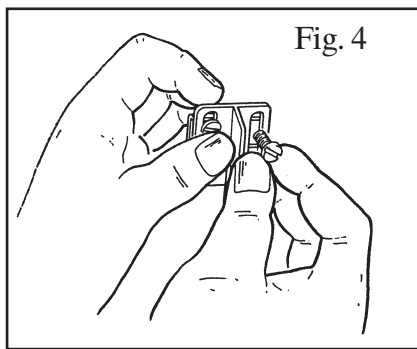

Fig. 4
Montieren Sie eines der Spannstücke (11) lose am Fensterbeschlag (10) mit Hilfe von 2 der beigelegten Schrauben. Siehe Abb. 4